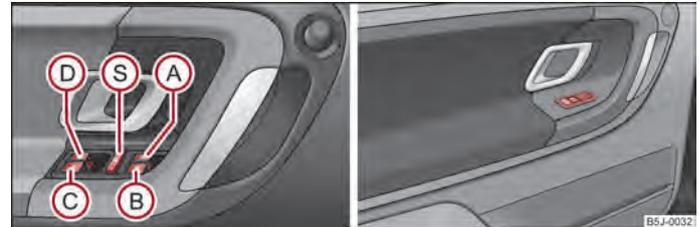

Abb. 19 Tasten in der Fahrertür / Tasten in den hinteren Türen
Die Tasten für die einzelnen Fenster befinden sich in dem Bedienteil der Armlehne der Fahrertür ⇒ **Abb. 19**, Beifahrertür und in den hinteren Türen.
Sie können durch Drücken des Sicherheitsschalters **(S)** ⇒ **Abb. 19** die Tasten der Fensterheber in den hinteren Türen außer Funktion setzen. Durch wiederholtes Drücken des Sicherheitsschalters **(S)** sind die Tasten der Fensterheber in den hinteren Türen wieder in Funktion.
- Werden auf den Rücksitzen Kinder befördert, wird empfohlen, die elektrischen Fensterheber der hinteren Türen außer Funktion zu setzen (Sicherheitsschalter) **(S)** ⇒ **Abb. 19**.